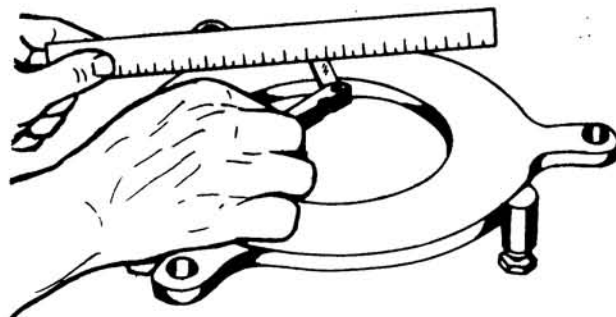

Fig. 3
- ___ b Compruebe si la superficie del plato de presión está plana (fig. 3).